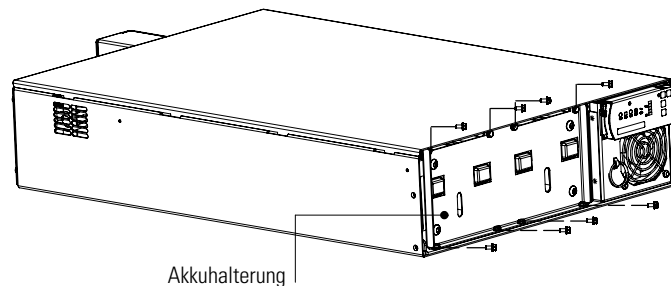

Abbildung 29. Akkuhalterung
2. Die Akkuhalterung abschrauben und beiseite legen (siehe Abbildung 29).